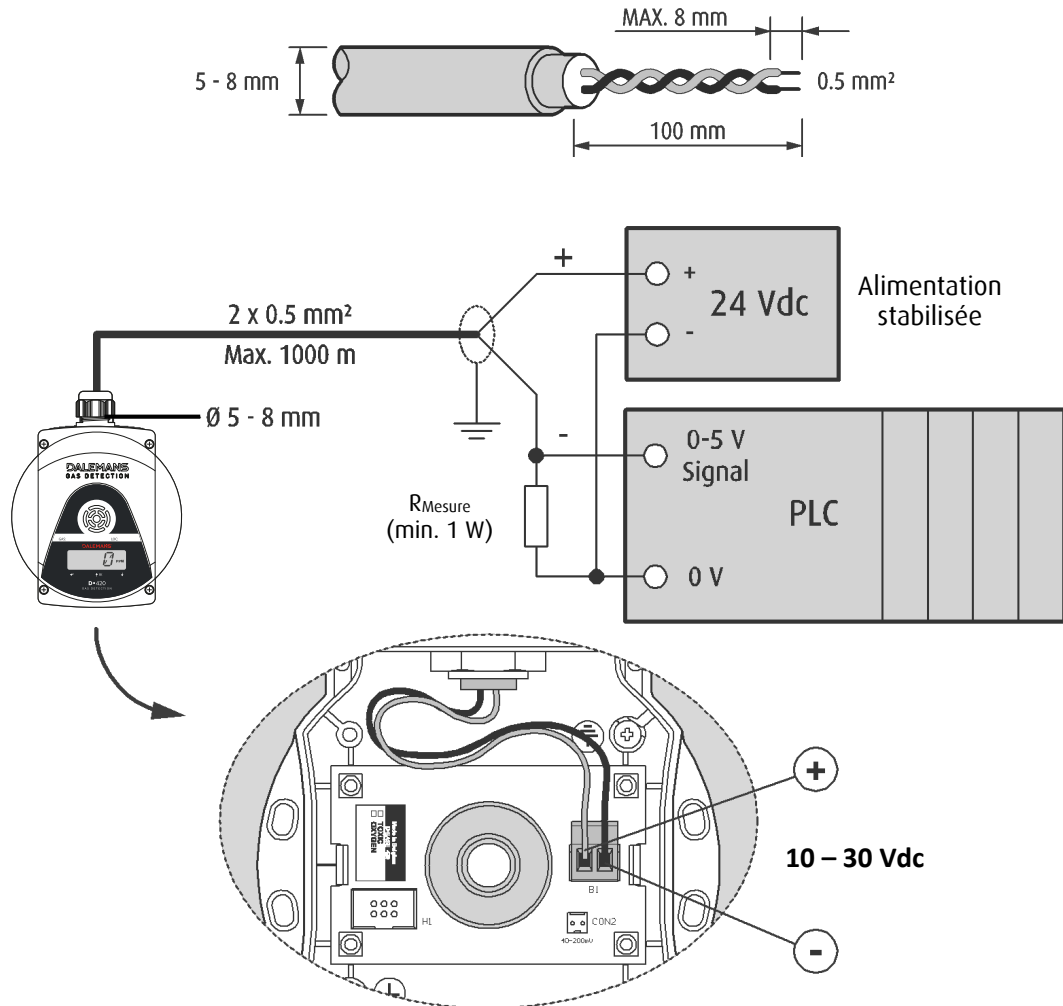

Figure 9 : raccordement à 2 conducteurs sur un automate programmable (PLC)
- Raccordez les conducteurs au connecteur B1 suivant la Figure 9 ou la Figure 10 ci-dessous.